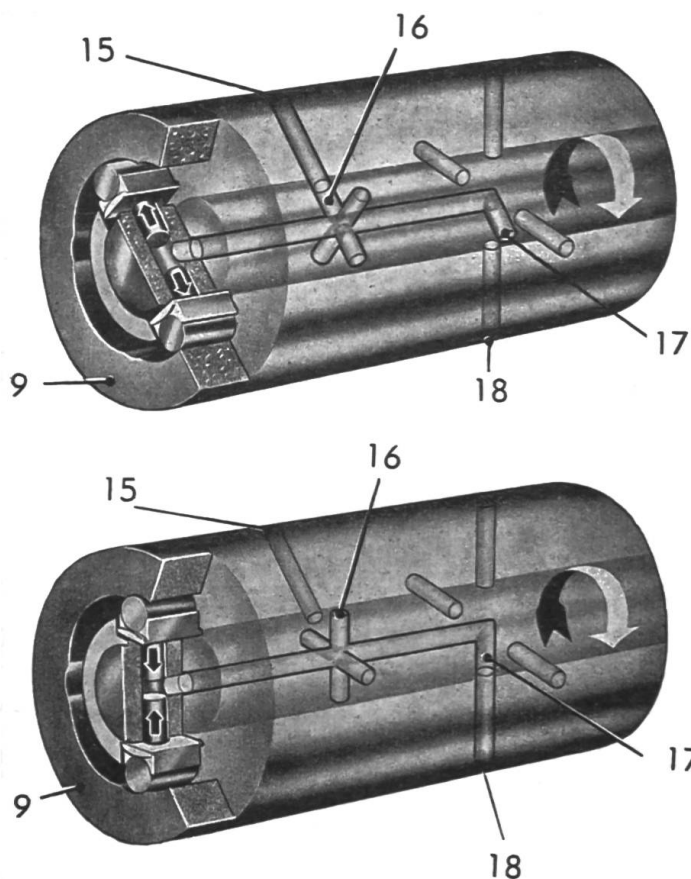

Fig. 3:
alésage du stator et arrive à la soupape de dosage (6). Le petit piston de cette soupape comporte une rainure longitudinale. Au moment de la mise en marche du moteur et à pleine charge, le piston libère l'orifice d'où le carburant se dirige vers la pompe d'injection et ce dernier ne parvient ainsi au rotor de distribution (7) qu'en petites quantités minutieusement dosées. Les canaux d'admission radiaux du rotor, de même que le canal central axial, se trouvent alors remplis de carburant. Les figures 3 et 4 permettent de se rendre exactement compte du fonctionnement du rotor de la pompe d'injection, c'est-à-dire des opérations suivantes. Lorsque le déplacement du piston de la soupape de dosage libère le canal conduisant le carburant au rotor, les petits pistons opposés (8), qui sont logés dans un alésage transversal du rotor et produisent la pression d'injection, s'écartent sous la pression du carburant. Celui-ci vient alors s'amasser dans l'espace devenu libre. Puis le rotor, qui tourne moitié moins vite que le moteur, obture à un moment donné le canal d'arrivée du gazoïl (19). Une bague porte-cames (9), comportant autant de cames intérieures qu'il y a de cylindres dans le moteur, actionne les pistons opposés (8) par l'intermédiaire de deux galets, en les poussant l'un contre l'autre. Ce mouvement a pour effet de produire une pression d'injection d'environ 130 kg/cm^2 . Au même instant, le canal de distribution (10) s'aligne avec le canal de décharge (18) et le gazoïl est pulsé en direction de l'injecteur à travers un alésage et un tuyau haute pression. Les pistons opposés sont arrivés à fin de course, c'est-à-dire à leur point mort haut. La rotation du rotor provoque ensuite l'obstruction du canal de décharge, la pression tombe dans cette conduite et l'aiguille de l'injecteur retombe sur son siège. C'est la fin de l'injection.